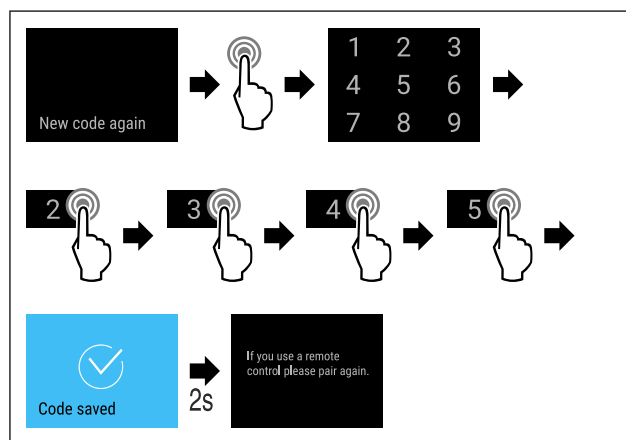

Fig. 83
- Выполните шаги действия (см. Fig. 83).